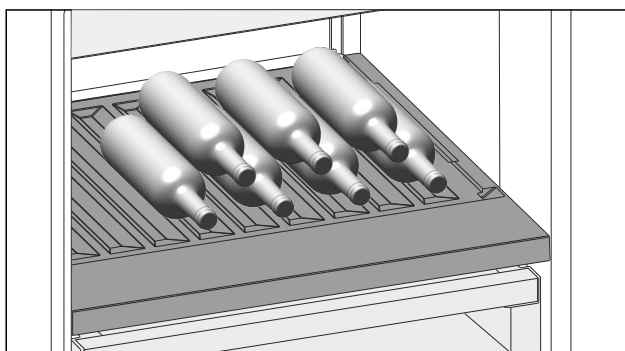

Fig. 106 Beispielhafte Darstellung
- Flaschen mit dem Boden nach hinten zur Rückwand einlegen. (siehe Fig. 106)